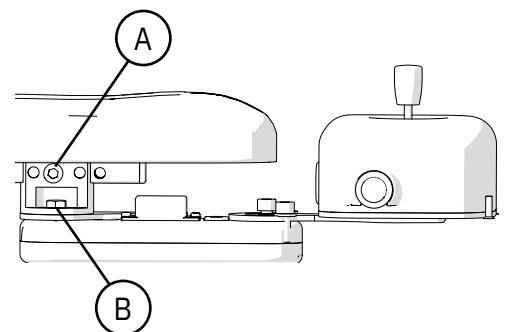

Figure 5.9.4. Joystick de commande pour ajuster l'inclinaison de l'assise.
ParaLoc est réglable en profondeur (A) et dispose d'un emplacement réglable de la position de verrouillage du bras magnétique (B), voir figure 5.9.4.